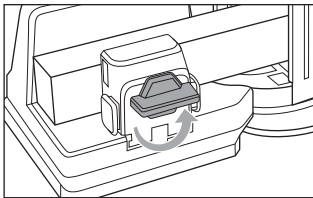

Fig. 8
- ◆ Ruotare il pulsante di blocco ❸ in senso antiorario per allentare il pezzo di legno (vedere fig. 8).